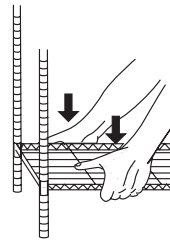

Fig. 3
5. Una volta inserite le quattro aste attraverso i fori d'angolo, collocare la scaffalatura in posizione verticale e premere a fondo la mensola inferiore sui manicotti [Fig. 3].